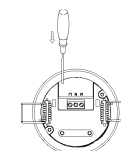

Fig.2
- Desapertar os parafusos do terminal de conexão, e depois ligar a alimentação ao terminal de conexão do sensor de acordo com o esquema de conexão dos condutores (Fig.2).